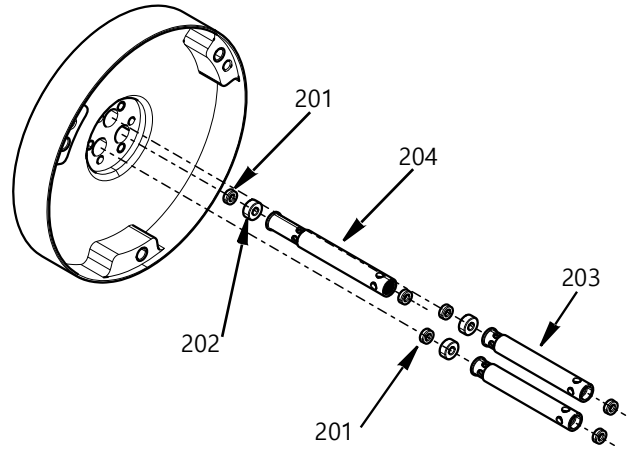

FIG. 15
- 패킹 스페이서(203 및 204), 로드 씰(201) 및 로드 베어링(202)을 빼내십시오. 로드 씰 제거는 **씰 삽입 및 제거 공구 키트, 25T489**(32페이지)를 참조하십시오. 참고: 스페이서는 크기가 2가지(203 및 204)입니다. FIG. 15를 참조하십시오.